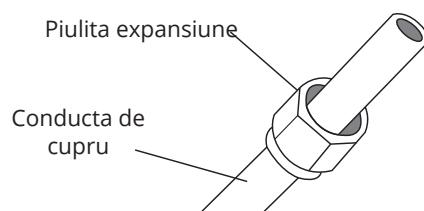

Fig. 7.6
- Montati piulitele de expansiune la ambele capete ale conductei. Verificati daca piulitele se afla in pozitie corecta, intrucat nu le mai puteti schimba dupa expansiune (fig. 7.6).